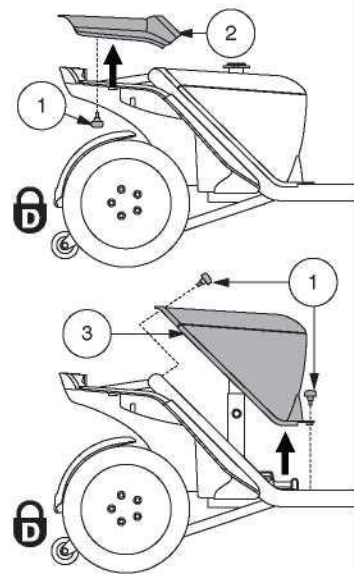

Figura 12. Remoción de la cubierta trasera/Instalación
2. Retire la cubierta trasera quitando los dos (2) tornillos de mariposa que la fijan al chasis del vehículo, y luego levante la cubierta en forma recta hacia arriba retirándola del vehículo. **Ver la figura 12.**
3. Retire la cubierta de la batería quitando los cuatro (4) tornillos de mariposa que la fijan al chasis del vehículo, y luego levante la cubierta en forma recta hacia arriba retirándola del vehículo. **Ver la figura 12.**